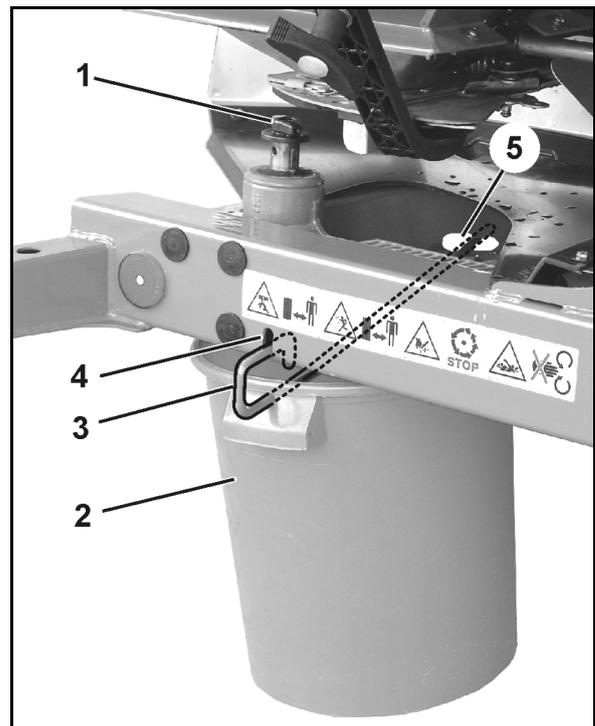

Fig. 61
- 2.1 Flügelschraube (Fig. 61/1) zur Befestigung der Streuscheibe heraus-schrauben und Streuscheibe von Getriebe-welle abziehen.
3. Auffangbehälter (Fig. 61/2) mittels Bügel (Fig. 61/3) in die Aufnahmen (Fig. 61/4 und Fig. 61/5) am Rahmen einhängen.